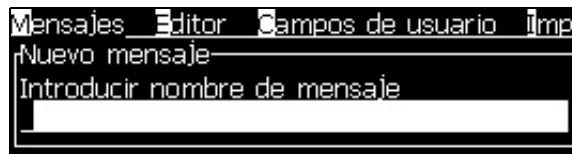

Figura 5-4: Cuadro de diálogo Nuevo mensaje
- 2 Seleccione *Nuevo mensaje*. Aparecerá el cuadro de diálogo *Nuevo mensaje* (consulte Figura 5-4).